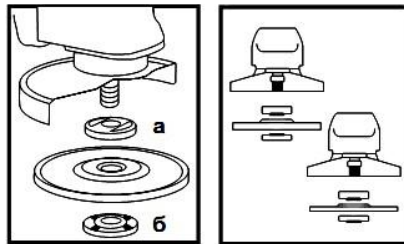

Рисунок 2
4.4 Встановіть на виріб шліфувальний або відрізний круг. Для цього натисніть на кнопку фіксації шпинделя (1) і поверніть його до такого положення, при якому він зафіксується. За допомогою вилочного ключа з комплекту виробу відверніть і зніміть затискну гайку (б) (дивіться рисунок 2). Встановіть шліфувальний диск на посадкове місце фланцевої шайби (а) (рисунок 2), наживіть рукою затискну гайку на шпиндель і затягніть її ключем з комплекту приладу.